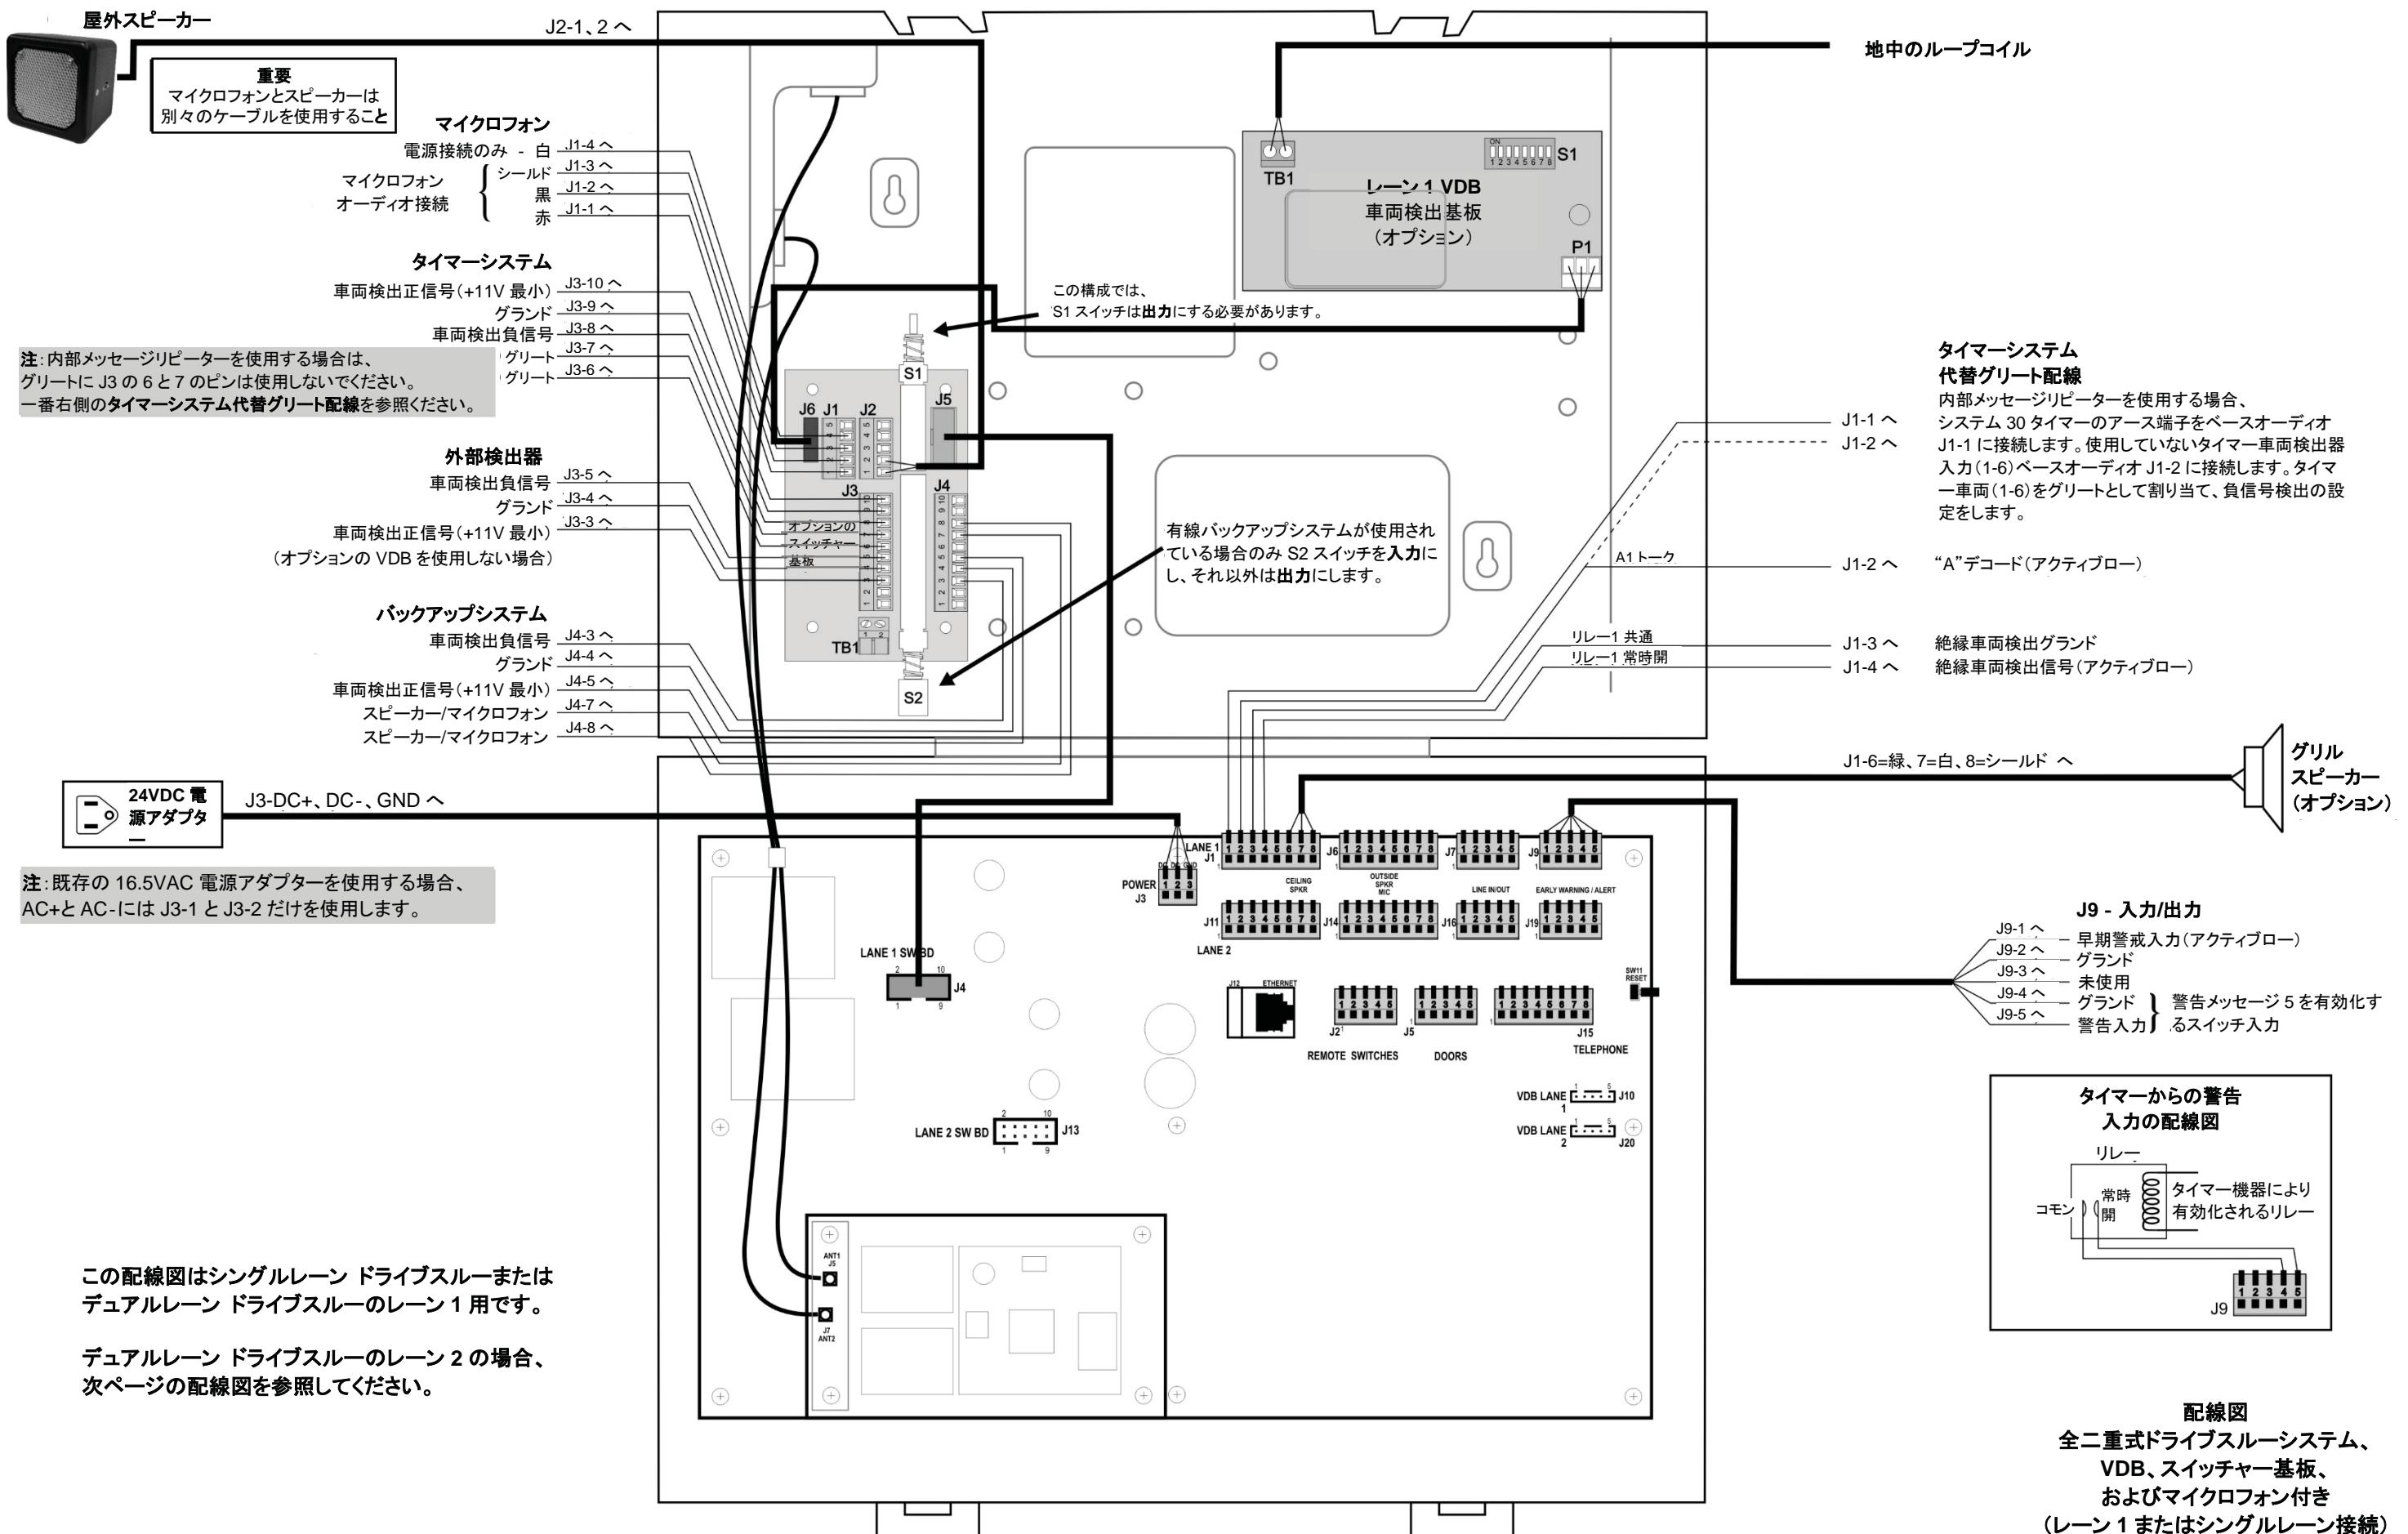

図 30
- ページ 92、図 30 — (レーン 1 またはシングルレーンの接続)